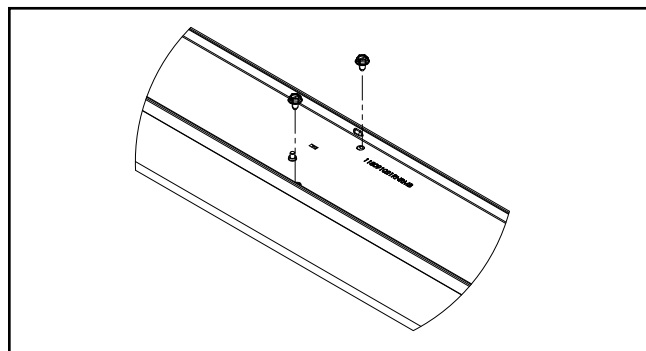

Figura 4.
5. Retire los tornillos de la rejilla de la parte superior de la cubierta del canal. Hay 2 tornillos en una luminaria de 2 ft (60.9 cm), y 6 tornillos en una de 4 ft (121.9 cm) (Figura 4).